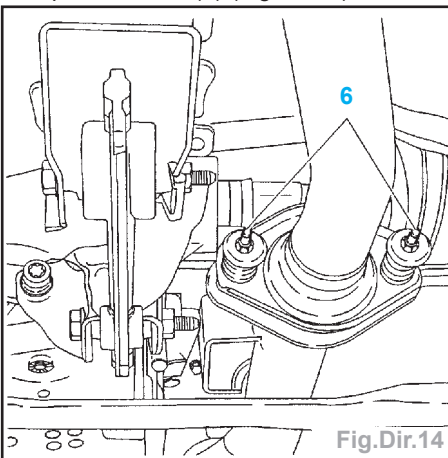

Fig.Dir.14
- Déposer les vis (6) (Fig.Dir.14).